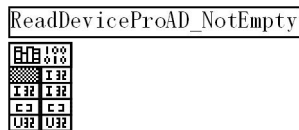

图 24 最终形成的驱动器图标
7.单击 OK 按钮, 即可在 Diagram 窗口形成驱动器图标, 如图 24。